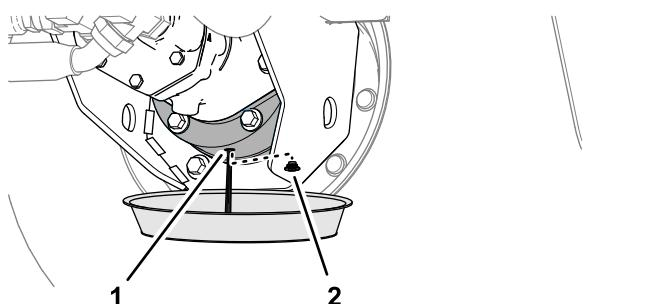

图 87
6. 将放油盘放在制动器箱下面取出排油塞让润滑油完全排出 图 87。